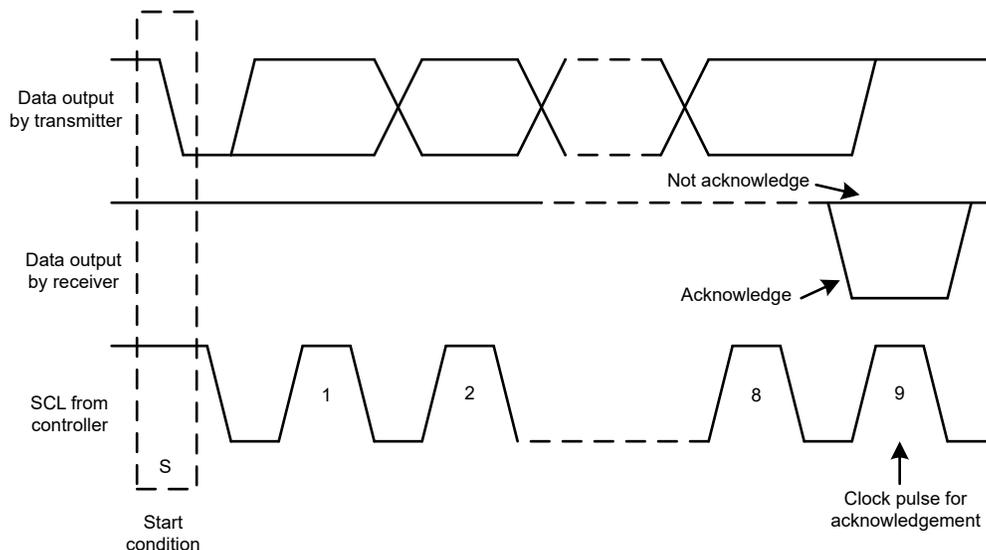
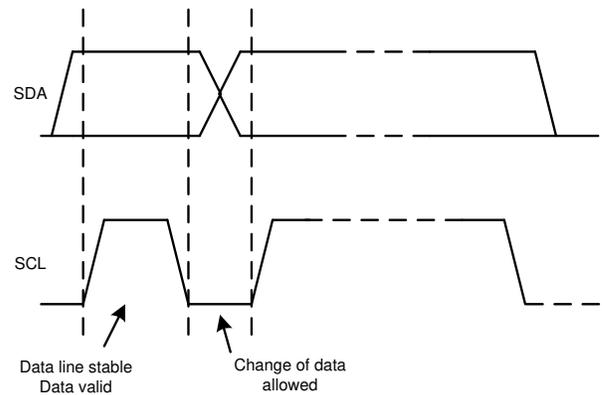

图 7-10. I²C 总线上的确认和非确认
图 7-12. 在 I²C 总线上的位传输
除了特定的时序信号外，I²C 接口还使用串行字节。在每个字节结束时，第九个时钟周期产生并检测确认信号。确认是指 SDA 线在第九个时钟周期的高电平期间被拉低。图 7-10 所示为非确认，是指 SDA 线在第九个时钟周期的高电平期间保持高电平。
2. 控制器随后产生 SCL 脉冲，并在 SDA 线上发送 7 位地址和读取/写入方向位 ($R\bar{W}$)。在所有传输期间，控制器确保数据有效。图 7-12 显示，有效数据条件要求 SDA 线在时钟脉冲的整个高电平期间保持稳定。所有器件都识别控制器发送的地址，并将其与相应内部固定地址进行比较。只有具有匹配地址的目标器件才会通过在第 9 个 SCL 周期的整个高电平期间拉低 SDA 线来生成确认 (另请参阅图 7-10)。当控制器检测到此确认时，则表示与目标的通信链路已建立。